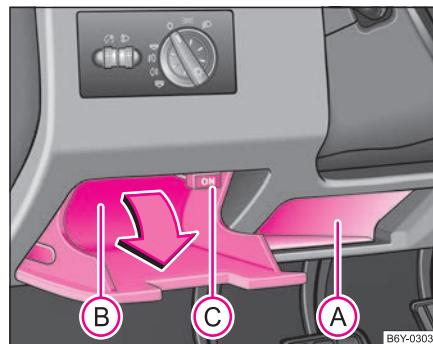

Abb. 77 Schalttafel: Ablagefächer auf der Fahrerseite
Das verschließbare Ablagefach (B) ist durch Umklappen des Deckels in Pfeilrichtung zu öffnen ⇒ Abb. 77.